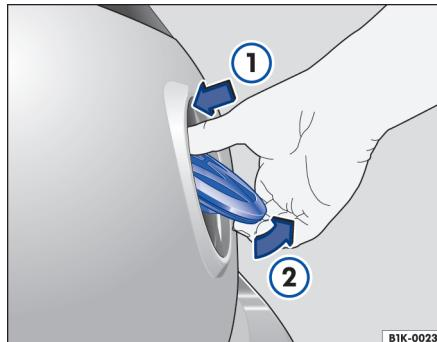

图 53 从车外打开行李厢盖。
- 用大拇指按压 VW 标记的上部→图 53（箭头 ①），使标记的下端弹出。
- 抓紧标记下端，打开行李厢盖→图 53（箭头 ②）。